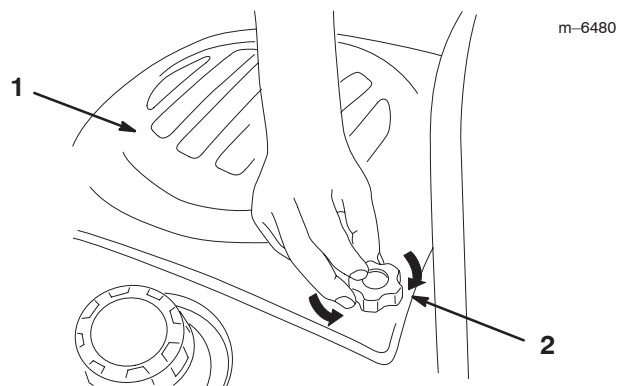

Figure 16
1. Pour déposer le capot, desserrez les boutons, tirez le capot en arrière puis soulevez-le (Fig. 16).
3. Serrez les boutons sur le capot du moteur (Fig. 16).